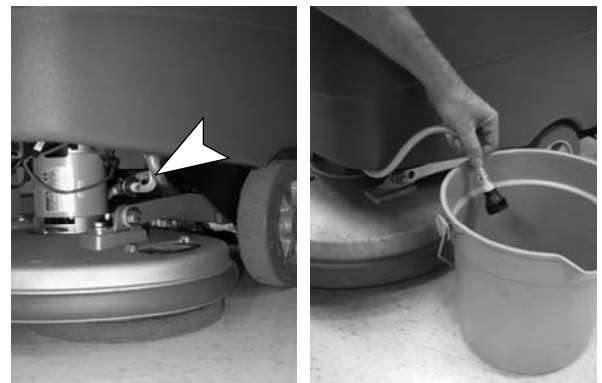

FIG. 58
3. Débranchez le connecteur noir fixé sur la tête de brossage et placez le tuyau dans un seau (Figure 58).